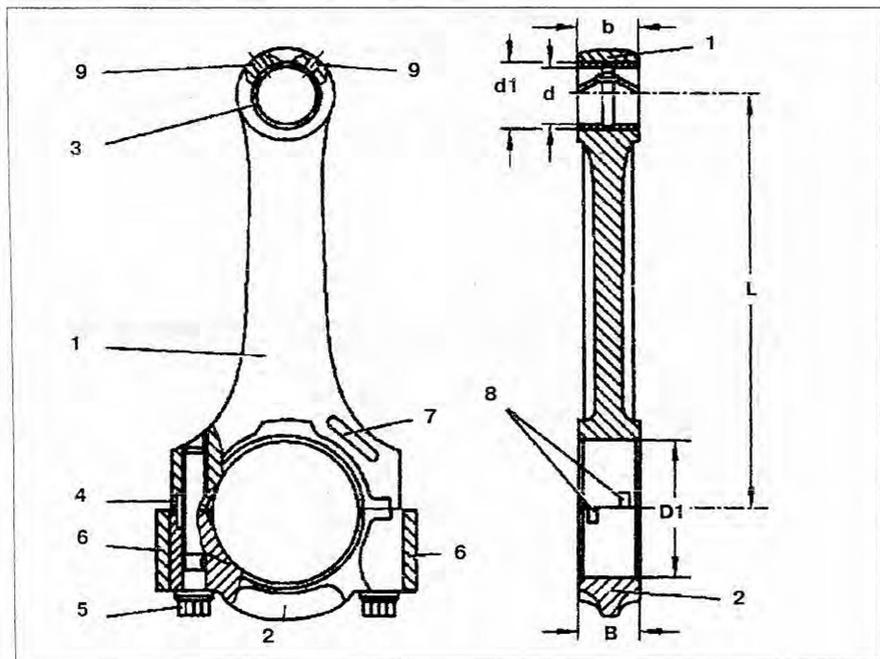

Рис. 2.46. Основные размеры шатуна:
5. Проверьте внутренний диаметр втулки верхней головки шатуна (рис. 2.46). Если он больше допустимого, замените втулку. Размеры шатунов приведены в таблице 2.7.